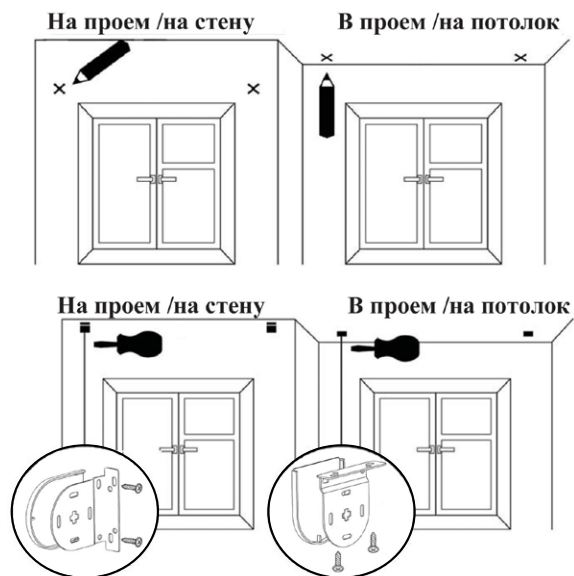

Рис. 1. Разметка и установка кронштейнов
1. Разметить предполагаемые места крепления кронштейнов (Рис.1), расстояние между которыми зависит от типа размеров в заявке: